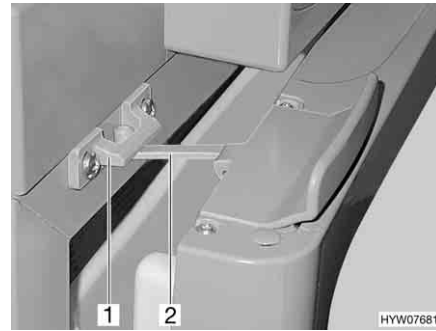

Fig. 185 Porte du réfrigérateur en position de ventilation (Thetford)
- Ouvrir le verrouillage (Fig. 185,2) et l'enclencher dans le logement de verrouillage (Fig. 185,1). La porte du réfrigérateur reste ainsi légèrement ouverte.